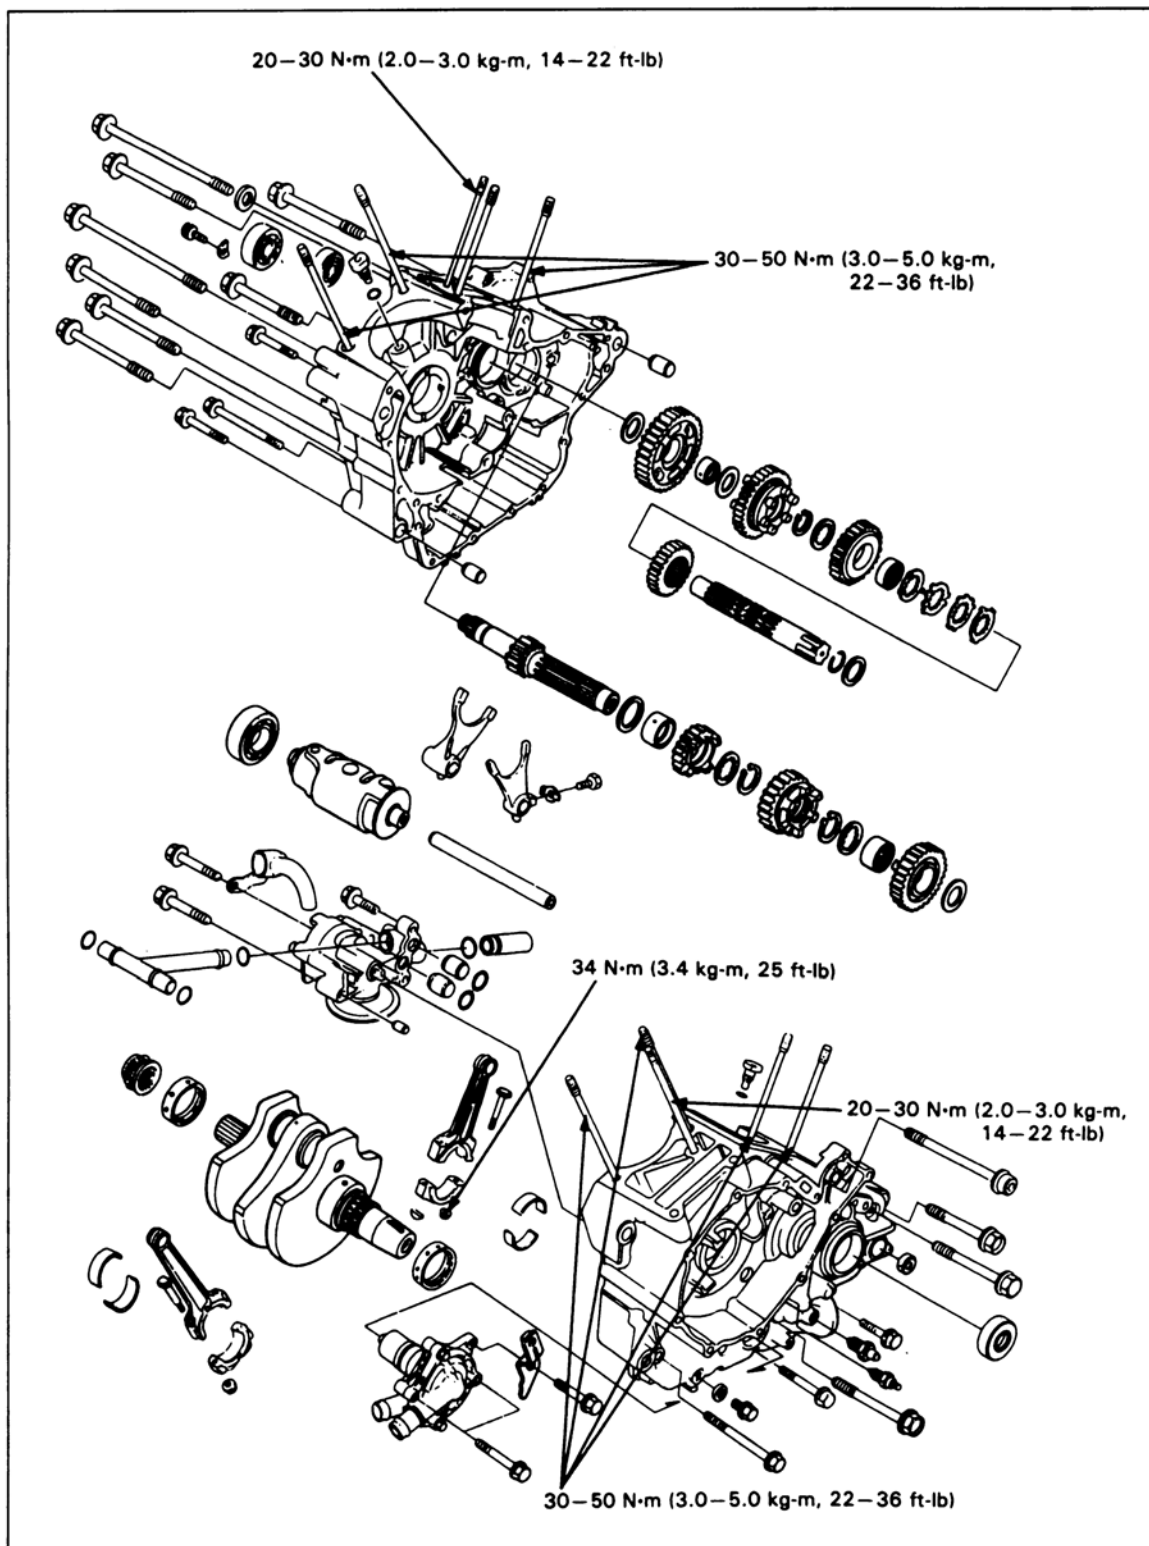

Bild 139
- Schraubverbindungen der rechten und linken Kurbelgehäusehälfte eindrehen. Zuerst 8-mm-Schrauben anziehen, dann 6-mm-Schrauben, wobei in zwei bis drei Schritten über Kreuz angezogen wird (Bild 139; neue Kupferdichtscheibe verwenden).